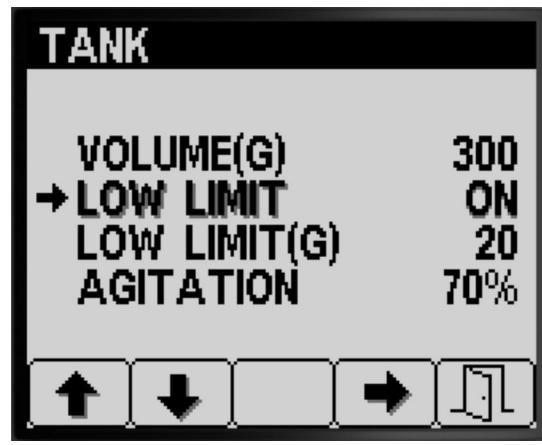

Figura 13
- Pulse el botón 1 o el botón 2 para desplazarse a la opción LÍMITE INFERIOR (Figura 13).
- Pulse el botón 4 para activar o desactivar el indicador de límite de bajo volumen del depósito (Figura 13).